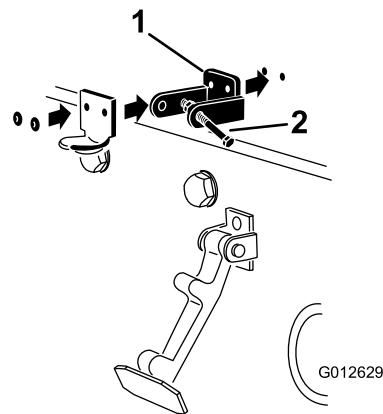

Figura 7
4. Ao alinhar os furos de montagem, posicione o suporte do trinco e o suporte do trinco do capot no capot (Figura 7).